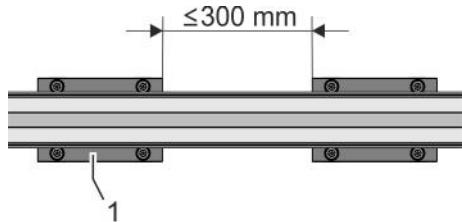

Abb. 13: Klemmleisten positionieren
2. Sicherstellen, dass bei Maximalbelastung ein Abstand von 300 mm zwischen den Klemmleisten (Abb. 13/1) nicht überschritten wird.